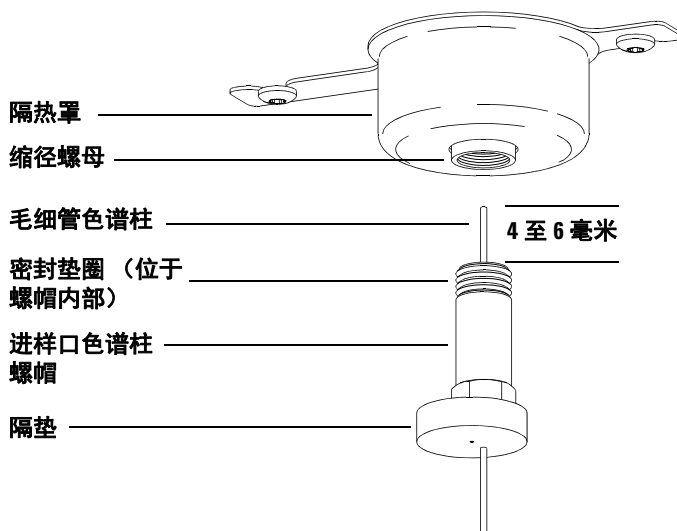

图 8 在分流 / 无分流进样口中安装毛细管色谱柱
- 2 调整色谱柱，使其比密封垫圈端部高出 4 至 6 毫米（图 8）。